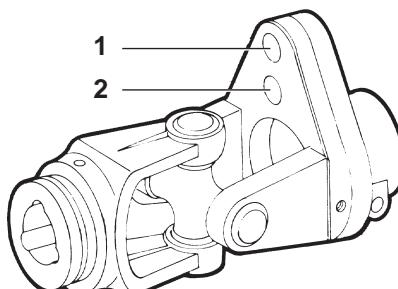

Fig. 17
Se tale bullone è inserito nel foro (2 Fig. 17) e si trancia ripetutamente, è consigliabile montarlo nel foro (1 Fig. 17).
*If the bolt, inserted in hole (2 Fig. 17), shears repeatedly, then we recommend inserting it in the hole (1 Fig. 17).*
Der Begrenzer, ins Kardangelenk einge-baut, verfügt über eine Sicherheitsmutter, die auf eine mittlere Belastung eingestellt ist. Wenn sich bei besonders widerstands-kräftigen Hindernissen diese Mutter-schraube durchtrennt, muß sie durch eine neue gleicher Maße und gleichen Materi-als ersetzt werden. Wenn diese Mutter-schraube in Öffnung (2 Fig. 17) eingefügt ist und sich wiederholt durchtrennt, raten wir sie in Öffnung (1 Fig. 17) zu montieren.
*Le limiteur engagé dans le joint de car-dan, est équipé d'un boulon de sécurité pour un effort moyen. Si en présence d'obstacles particulièrement résistants ce boulon se casse, le remplacer par un boulon neuf aux mêmes dimensions et ma-tériaux. Si ce boulon est introduit dans l'etrou (2 Fig. 17) et se casse maintes fois, on conseille de le monter dans le trou (1 Fig. 17).*
Si, debido a obstáculos sobremanera resistentes, se tronchara el perno, hace falta que se substituya con otro nuevo que tenga dimensiones y materiales iguales. Si el perno està introducido en el agujero (2 Fig. 17) y se tronchara mu-chas veces, se aconseja montarlo en el agujero (1 Fig. 17).